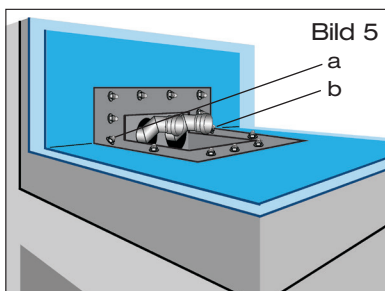

Bild 5
1.5 Anschlussbahn mit Losflansch und beiliegenden Sechskantflanschmuttern verkleben (Bild 5). Beiliegende Sechskantflanschmuttern mit Steck- oder Ringschlüssel SW 15, beginnend mit den Eckverschraubungen a und b, anziehen. Bei den Eckverschraubungen die beiliegenden zwei Klemmstücke unter den Sechskantflanschmuttern anordnen. Danach die restlichen Sechskantflanschmuttern gegenüberliegend anziehen.